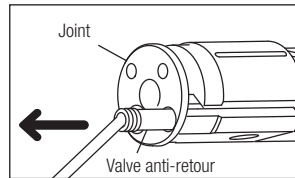

Fig. 10
- 2) Enlevez la valve anti-retour. Retirez l'ancienne valve anti-retour avec un fin bâton et insérez la nouvelle valve anti-retour correctement. (Fig. 10)